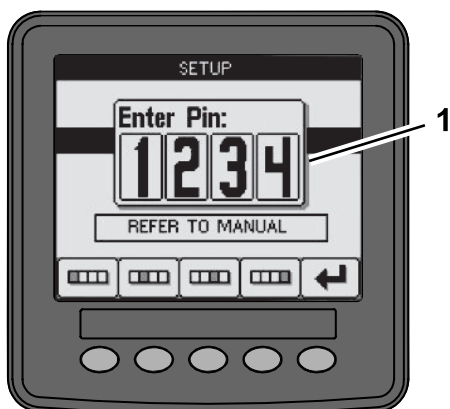

Рисунок 15
1. В режиме настройки нажмите любую кнопку для получения доступа к всплывающей полосе меню в нижней части экрана (Рисунок 15).
3. Введите ПИН-код (Рисунок 15) и нажмите значок ВВОДА .
3. Введите ПИН-код (Рисунок 15) и нажмите значок RETURN (ВОЗВРАТ).